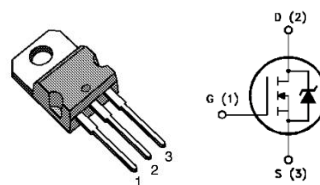
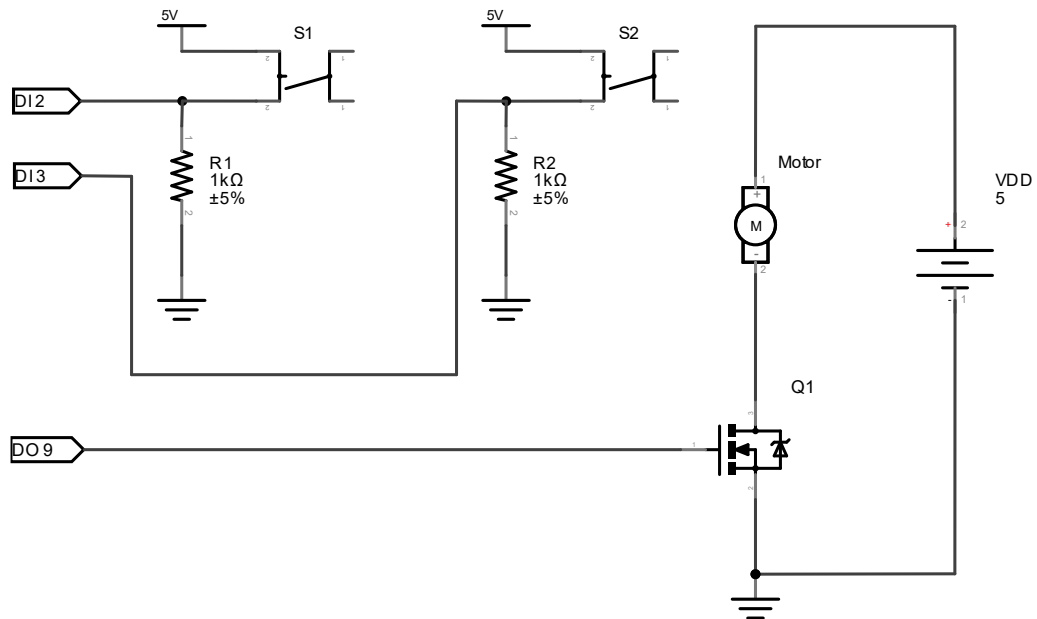

Figura 4.- Identificación de terminales del transistor IRF 520.
Figura 5.- Montaje de la práctica de laboratorio.
1. Realice el montaje de la Figura 5. Considere el transistor N-MOS IRF 520 que tiene la presentación física mostrada en la Figura 4.